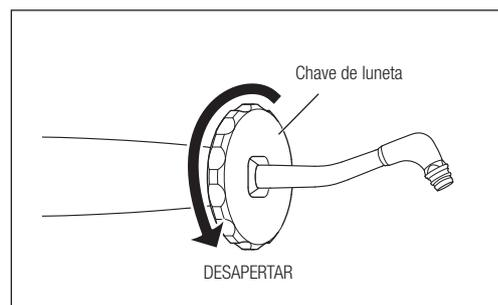

Fig. 40
- 1) Passe a chave de luneta fornecida a partir da extremidade do bico, desaperte o bico e retire o bico da peça de mão (Fig. 40).